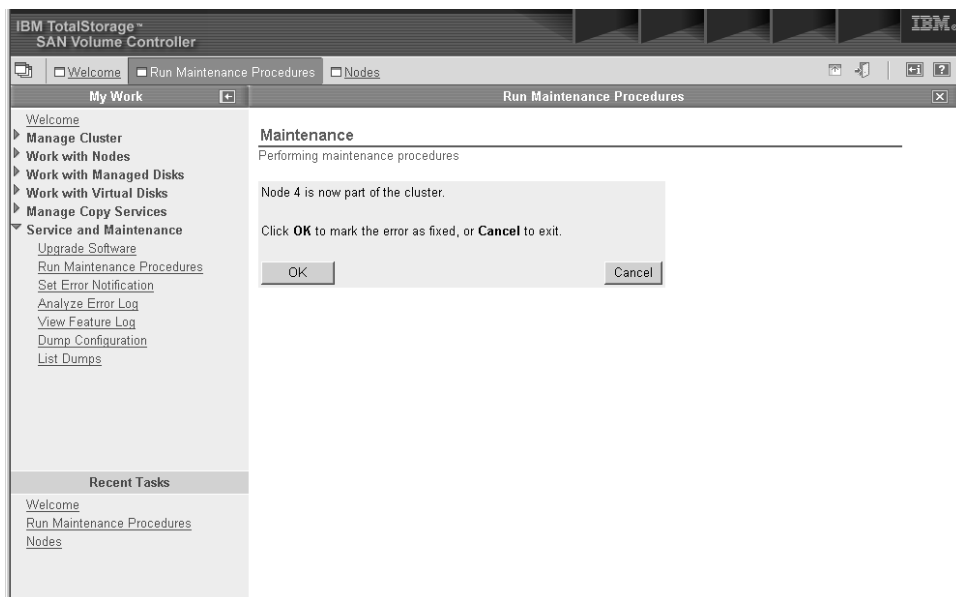

图 53. 修复操作所显示内容的示例
5. 现在可能显示一个或多个面板，指导您更换部件或执行其它修复活动。如果您此时无法完成这些操作，可以单击 Cancel。当返回到定向维护过程时，修复可以从头开始重新启动。当指导您执行的操作完成时，单击 OK。当最后的修复操作完成时，定向维护过程可能会尝试将出故障的设备恢复到集群中。第 39 页的图 53 为所显示内容的示例。